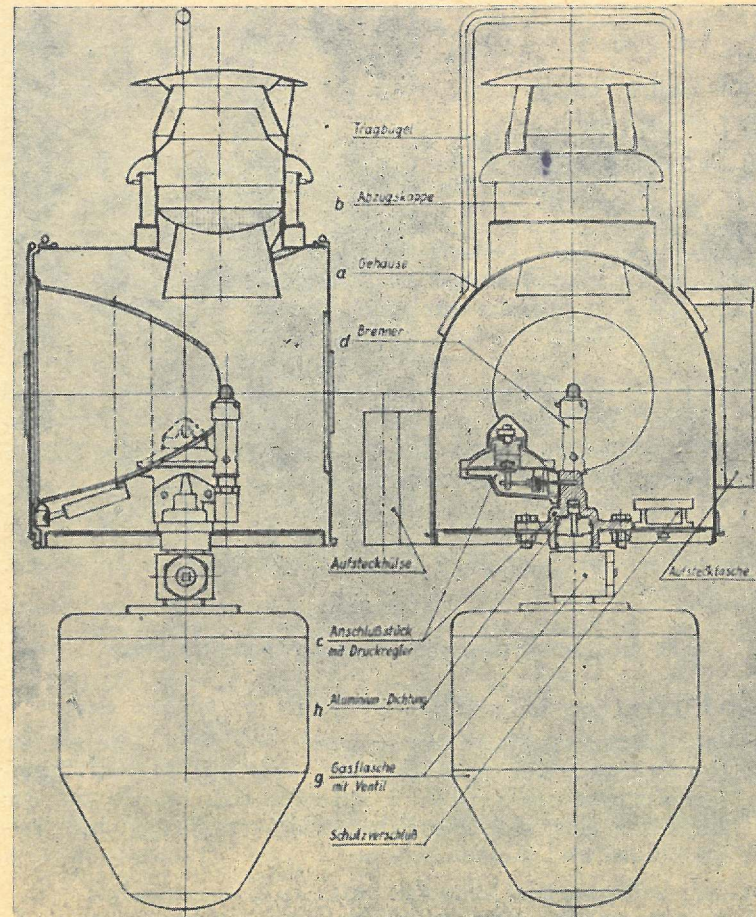

Abb. 4
14.) Die Propan-Signallaterne (Abb. 4) besteht aus